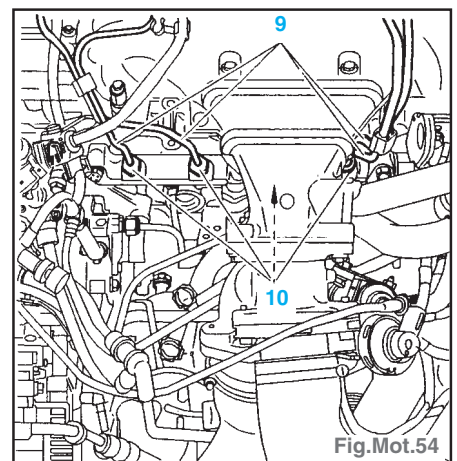

Fig.Mot.54
- Déconnecter les connecteurs (10) et déposer les tubes (9) (Fig.Mot.54).